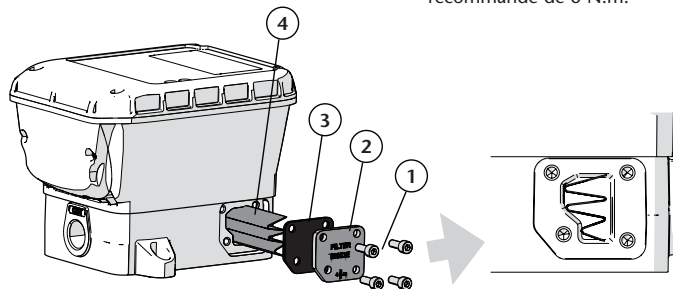

Fig. 10
Pour accéder au filtre afin de le nettoyer ou de le remplacer, desserrez les vis (1), retirez le couvercle (2) et enlevez le joint (3). Ensuite, retirez le filtre (4) et nettoyez-le ou remplacez-le s'il est endommagé, remontez le filtre dans son logement et vérifiez qu'il est correctement positionné (fig. 10). Remettez le joint (3), remettez le couvercle (2) en place et serrez les vis (1) au couple recommandé de 6 N.m.